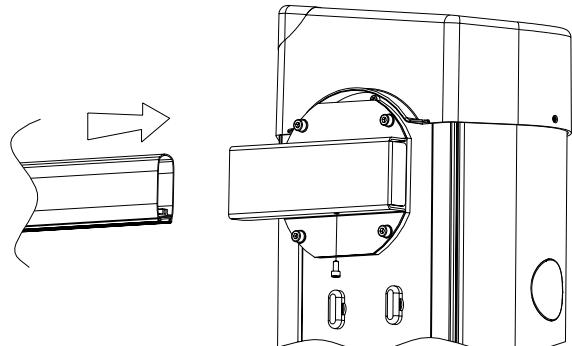

Fig. 6
- Infilare l'asta di sezione rettangolare in battuta sul fermo posteriore, avvitare definitivamente le 4 viti M8 (Fig.6) e fissare l'asta con la vite M6x12.